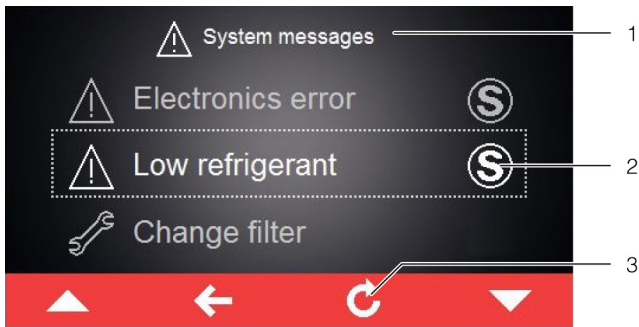

Fig. 21 : écran avec des messages de défaut
Si un message de défaut qui ne peut pas être supprimé par l'exploitant lui-même se produit et ne disparaît plus, le symbole « Maintenance » est affiché derrière le message de défaut ainsi que dans la barre d'outils à côté du symbole pour les informations système (fig. 21, pos. 2).